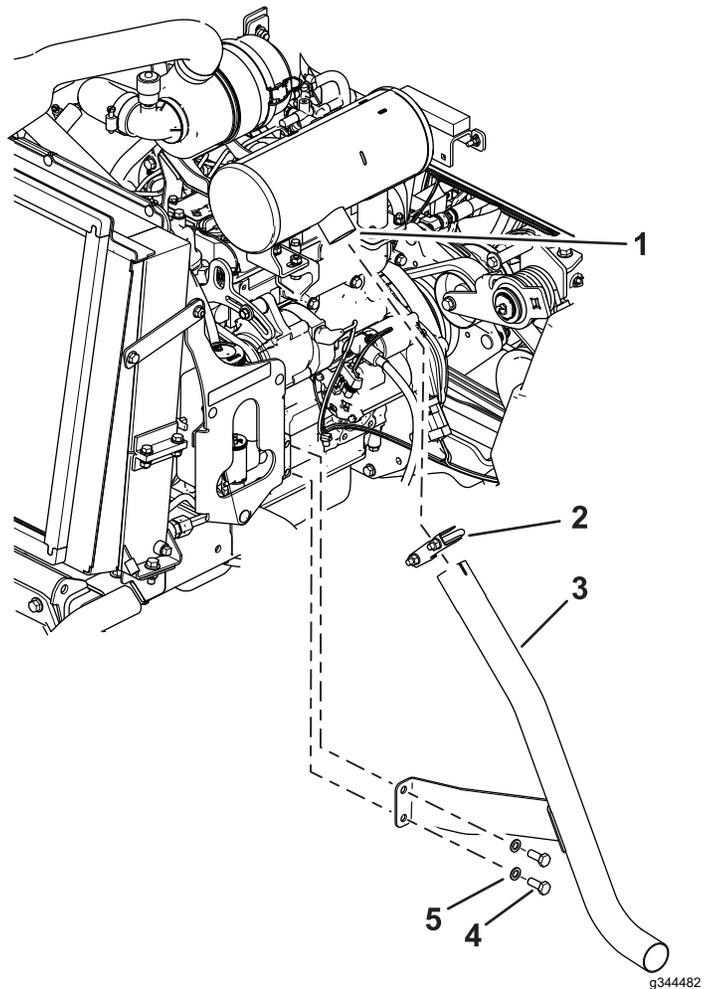

Figura 6
2. Allentate il serratubo in corrispondenza della marmitta (Figura 6).
3. Rimuovete i bulloni del motore e le rondelle dal supporto del tubo di scarico esistente (Figura 6) e rimuovete il tubo di scarico.